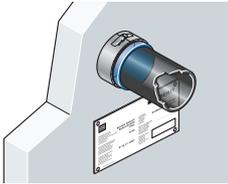

Abbildung 38: Kennzeichnungsschild
- Das beige packte Kennzeichnungsschild ist neben dem Rohrschott dauerhaft am Bauwerk zu befestigen (→ Abbildung 38).